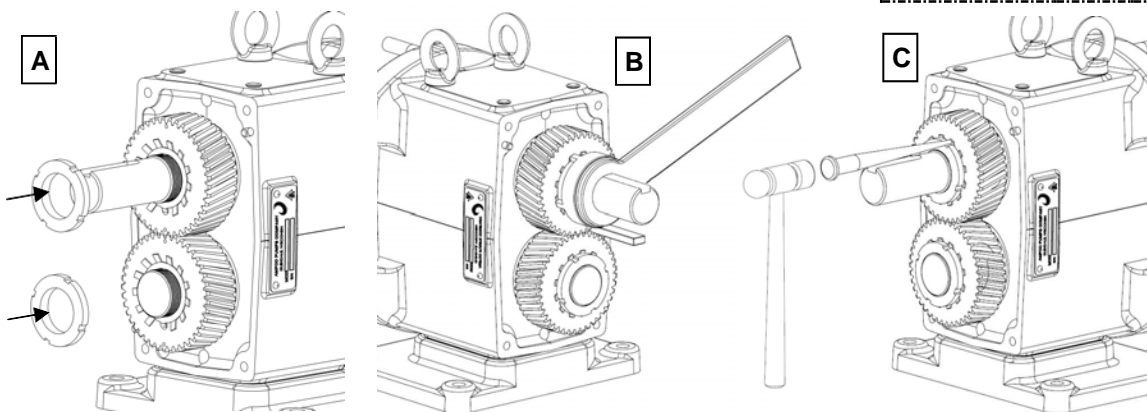

Figura 59: Instalación de engrane
11) Lubrique las roscas de las tuercas de seguridad y enrósquelas en los ejes (Figura 59 A). Con una llave inglesa, apriételas al par especificado en la Tabla 3. Use una cuña (de madera o plástico) entre los dientes del engrane para evitar que los ejes giren mientras se aprietan las tuercas de seguridad (Figura 59, B). Asegure la tuerca en su lugar doblando las pestañas de bloqueo de la arandela de seguridad en las ranuras de la tuerca de seguridad (Figura 59, C).